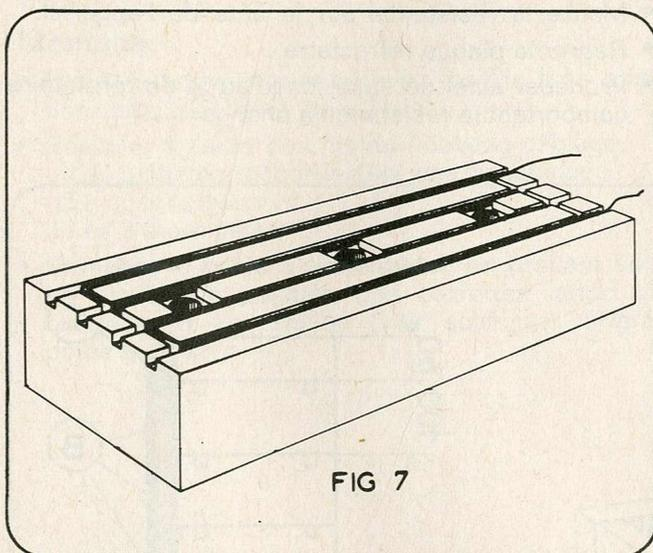

FIG 7
- Voir positionnement de la résistance dans la plaque réfractaire sur fig. 7.